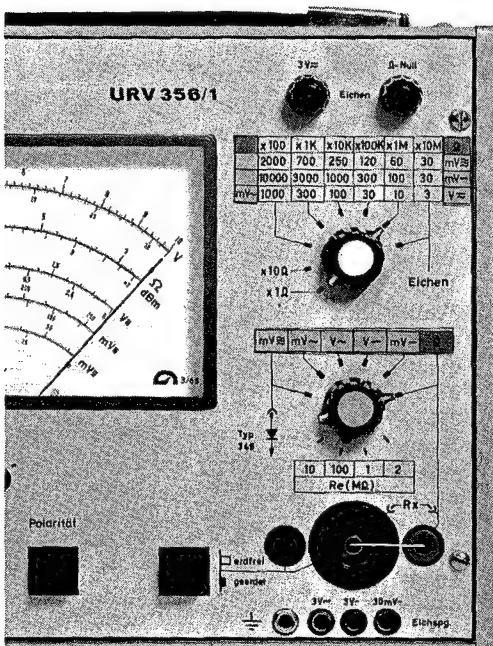

Bild 14
- b) Schalterstellung: siehe Bild 14